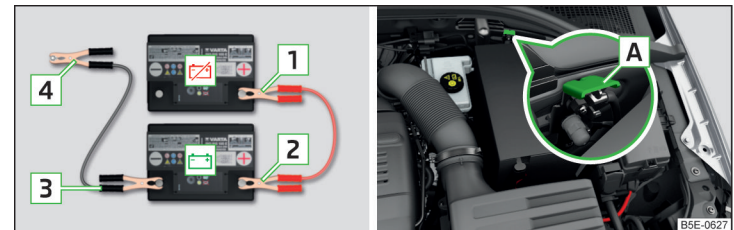

Fig. 336 Démarrage assisté : 🚫 - batterie déchargée, 📖 - batterie d'alimentation / masse du moteur sur le système START STOP
- Sur les véhicules **avec** le système START STOP, branchez la borne **4** sur la masse du moteur **A** » fig. 336.